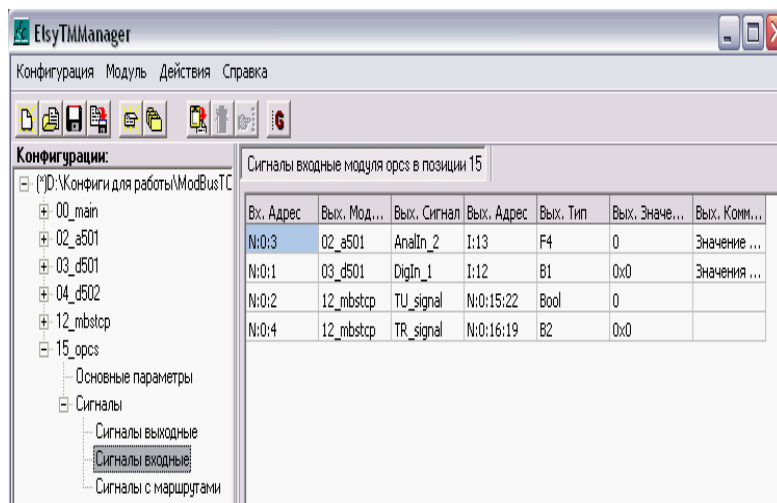

Рис. 9.5. Маршрутизированные в модуль 15_orcs сигналы
11. В случае правильного выполнения маршрутизации при открытии закладки модуля OpenPcs: «15_orcs->Сигналы ->Сигналы входные» Вы увидите четыре маршрутизированных в модуль 15_orcs сигнала (Рис. 9.5).